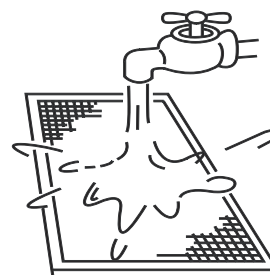

Figura 13.4
- b. In caso di utilizzo di acqua pulita, il lato di aspirazione dell'aria deve essere rivolto verso il basso (fare riferimento alla Figura 13.4).